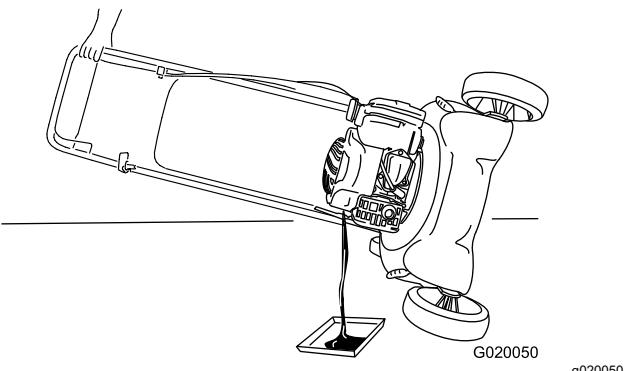

Figura 18
4. Ponga la máquina de lado (con el filtro de aire hacia arriba) para drenar el aceite usado del tubo de llenado de aceite (Figura 18).